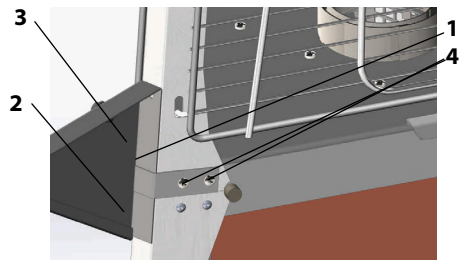

Рис. 6.
2. открутите винты (4), фиксирующие верхний профиль (1);
3. заведите уголок (2) в прорезь опоры (3);
5. повторите операции 2-4 для оставшихся опор (Рис. 6);